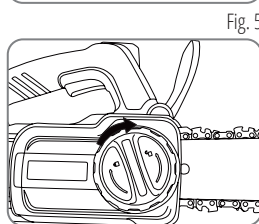

Fig. 5
7. Coloque el bucle de la cadena alrededor del piñón (fig. 5).
10. Tense la cadena. Consulte el ajuste de la tensión de la cadena (fig. 5).